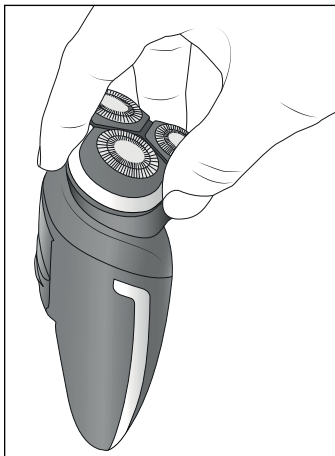

Fig. 2
- 1) Saisissez l'unité de rasage ② avec trois doigts au niveau des poignées encastrées ③ et retirez-la (voir fig. 2).